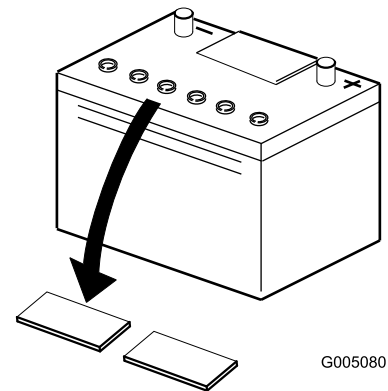

Figura 6
- Limpié la parte superior de la batería y retire los tapones de ventilación (Figura 6).